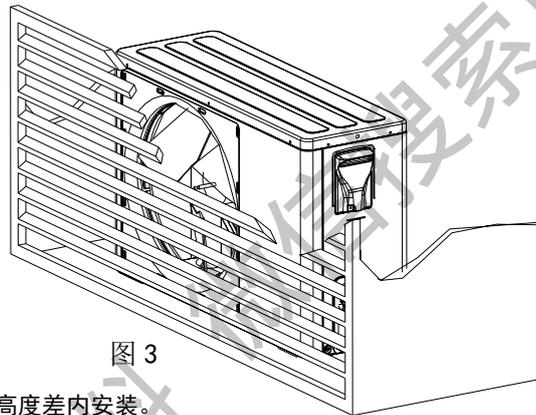

图 3
9. 为确保室温调节效果, 如安装室外机时前面立有类似百叶窗遮挡物, 建议拆除此类遮挡物, 如无法拆除, 则应将室外机出风口尽量靠近百叶窗口(见图 3)。